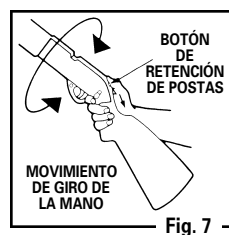

Fig. 7
- Mueva hacia atrás el botón de retención de postas (Fig. 7).